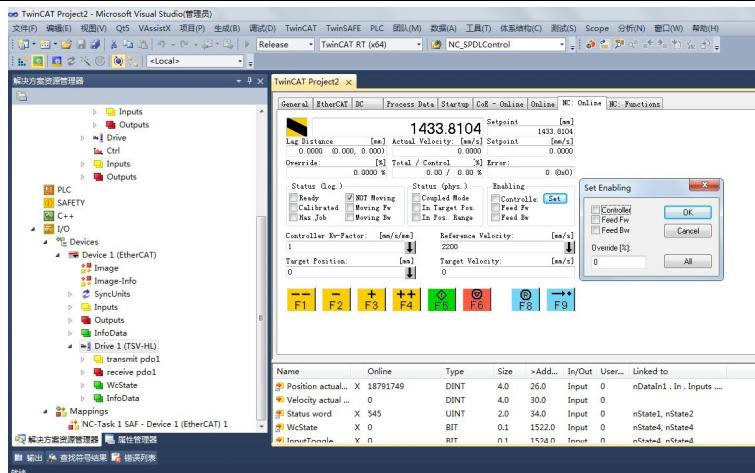

图 12
10、选择 TwinCAT 菜单 Activate configuration，选择 Driver1，进入 NC: online 标签页，点击 Enabling->set->all 使能伺服驱动器（图 12），点击 F2 或 F3 手动正反转，，默认速度是 100mm/s，即 600 转/分钟，可以从伺服驱动器确认（图 13）。